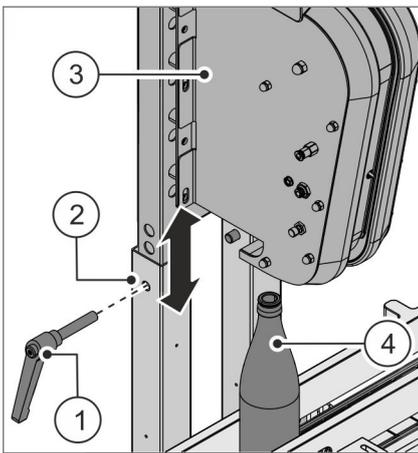

Abb. 46 Höhe einstellen
06. Neue Glasflasche **Abb. 46/④** auf das Förderband unter dem Verkorker **Abb. 46/③** stellen.
Verkorker **Abb. 46/③** durch eine zweite Person gegen Herunterfallen sichern.
09. Beide Klemmhebel **Abb. 46/①** entgegen dem Uhrzeigersinn aus den Bohrungen der Führungsrohre **Abb. 46/②** des Verkorkers herausdrehen.
11. Beide Klemmhebel **Abb. 46/①** wieder im Uhrzeigersinn in die Bohrungen der Führungsrohre **Abb. 46/②** eindrehen.